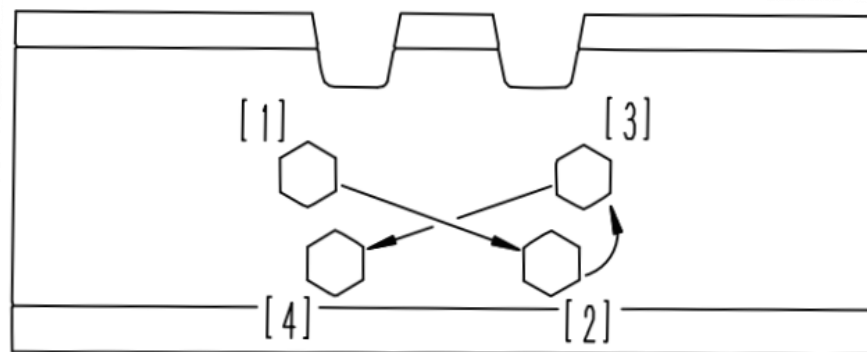

Рисунок 12.30. Схема затяжки крепежных болтов
- Затяжку болтов производить моментом 500-700 Н·м согласно схемы, представленной на рис. 12.30.